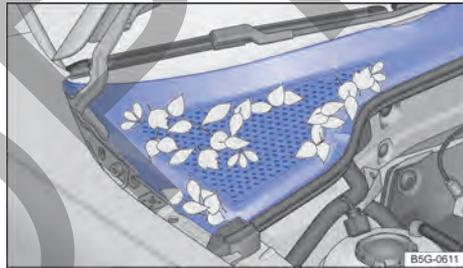

Fig. 214 Entre el compartimento del motor y el parabrisas: caja de agua (representación esquemática).
- La caja de aguas está ubicada en el compartimento del motor, entre el parabrisas y el motor, y bajo una cubierta perforada → fig. 214. El aire ambiente es aspirado de la caja de aguas al interior del vehículo por medio del sistema de calefacción y ventilación o del aire acondicionado.